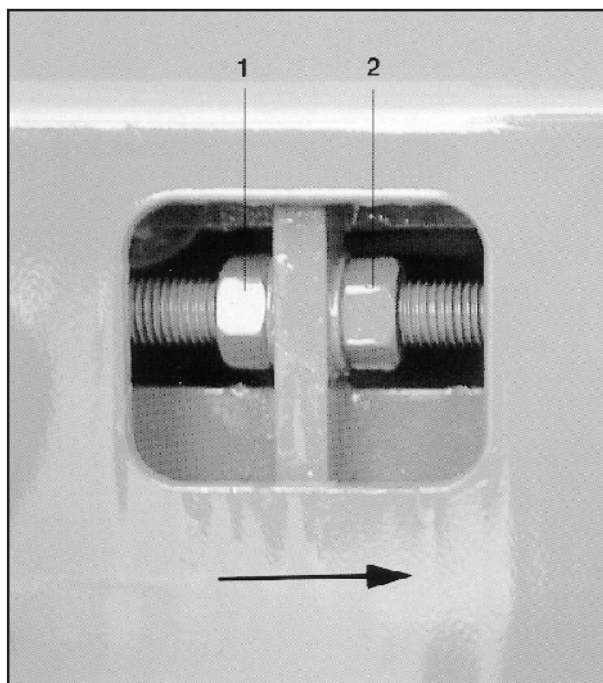

Fig. 17.5
1. Lossa de bakre (sett i körriktningen, se pil) kontramuttrarna på båda sidor (bild 17.5/1) genom att skruva åt vänster.
2. Drag åt de båda främre (sett i körriktningen, se pil) muttrarna (bild 17.5/2) **lika mycket** åt vänster.
Viktigt! Justeringen med de båda muttrarna (bild 17.5/2) måste vara lika stor på båda sidorna. Drag inte åt de båda muttrarna (bild 17.5/2) mer än 1/2 varv. Drag åt kontramuttrarna och kontrollera om transportbandet drivs jämnt.